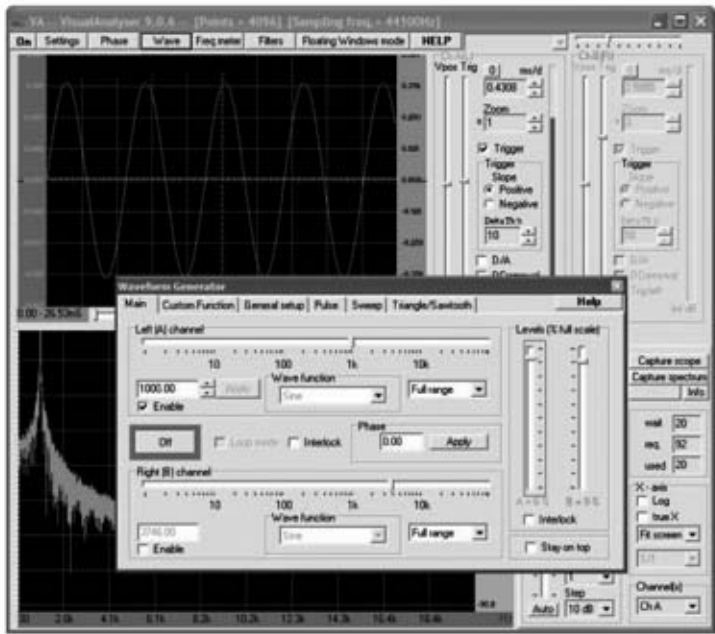

Fig.45
- Si ahora se pulsa en el botón **On** de la **barra de comandos** de la **pantalla principal** aparecerá en el **osciloscopio** la señal producida por el **generador** (ver Fig.45).